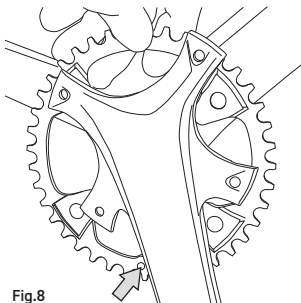

Fig.8
- **PER EKAR:** posizionate il nuovo ingranaggio sul supporto della guarnitura facendo coincidere il piolino presente sull'ingranaggio con la pedivella (Fig. 8).